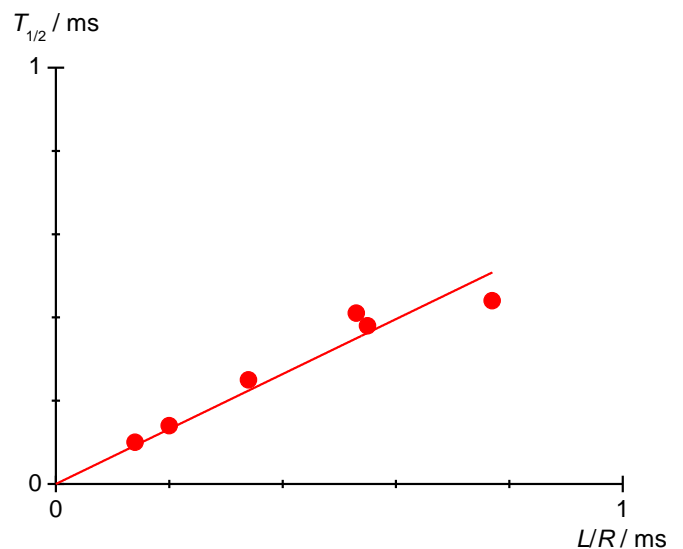

Fig. 6: Tiempo de vida media en dependencia con L / R .
- Marque en un diagrama los tiempos de vida media $T_{1/2}$ de la tabla 5 en función de los cocientes L / R y trace una recta que parta del origen (Fig. 6).
- Para comprobar la ecuación (3) determine el factor de proporcionalidad a partir del ascenso de la curva m .